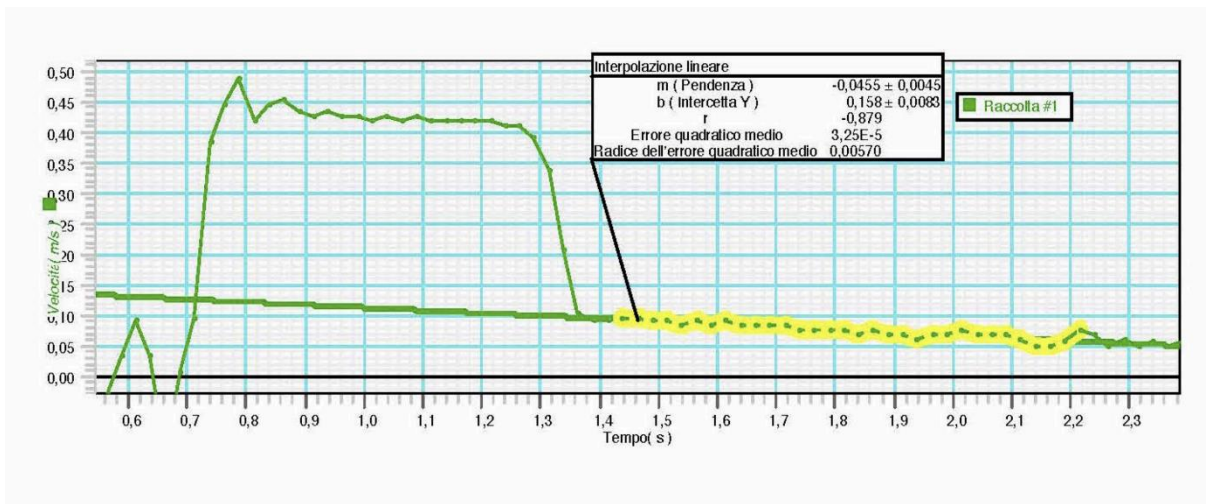

Fig. 3: velocità del proiettile carico prima e dopo l'urto elastico
- Il sonar misurerà la velocità del primo carrello prima e dopo l'urto, permettendo di misurarne, nota la massa del carrello, le quantità di moto m_1v_1 e m_1v_1' prima e dopo l'urto dai fit lineari delle velocità, come fatto nel caso dell'urto completamente anelastico (Fig. 3).